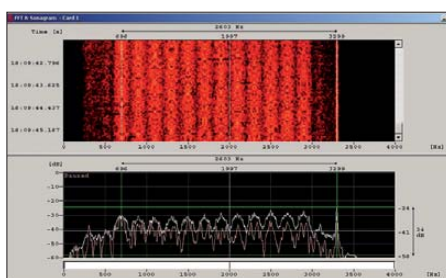

Bild 2: AT3004D (MS5, CIS12) im Sonogramm und Spektrogramm
Mit Freeware-Programmen wie *Gram50* oder *Spectran* sind die 12 „Kanäle“ und der Pilotton bei 3300 Hz (NF) leicht zu erkennen. Bild 2 zeigt das System beim „traffic“, also beim Informationsaustausch.